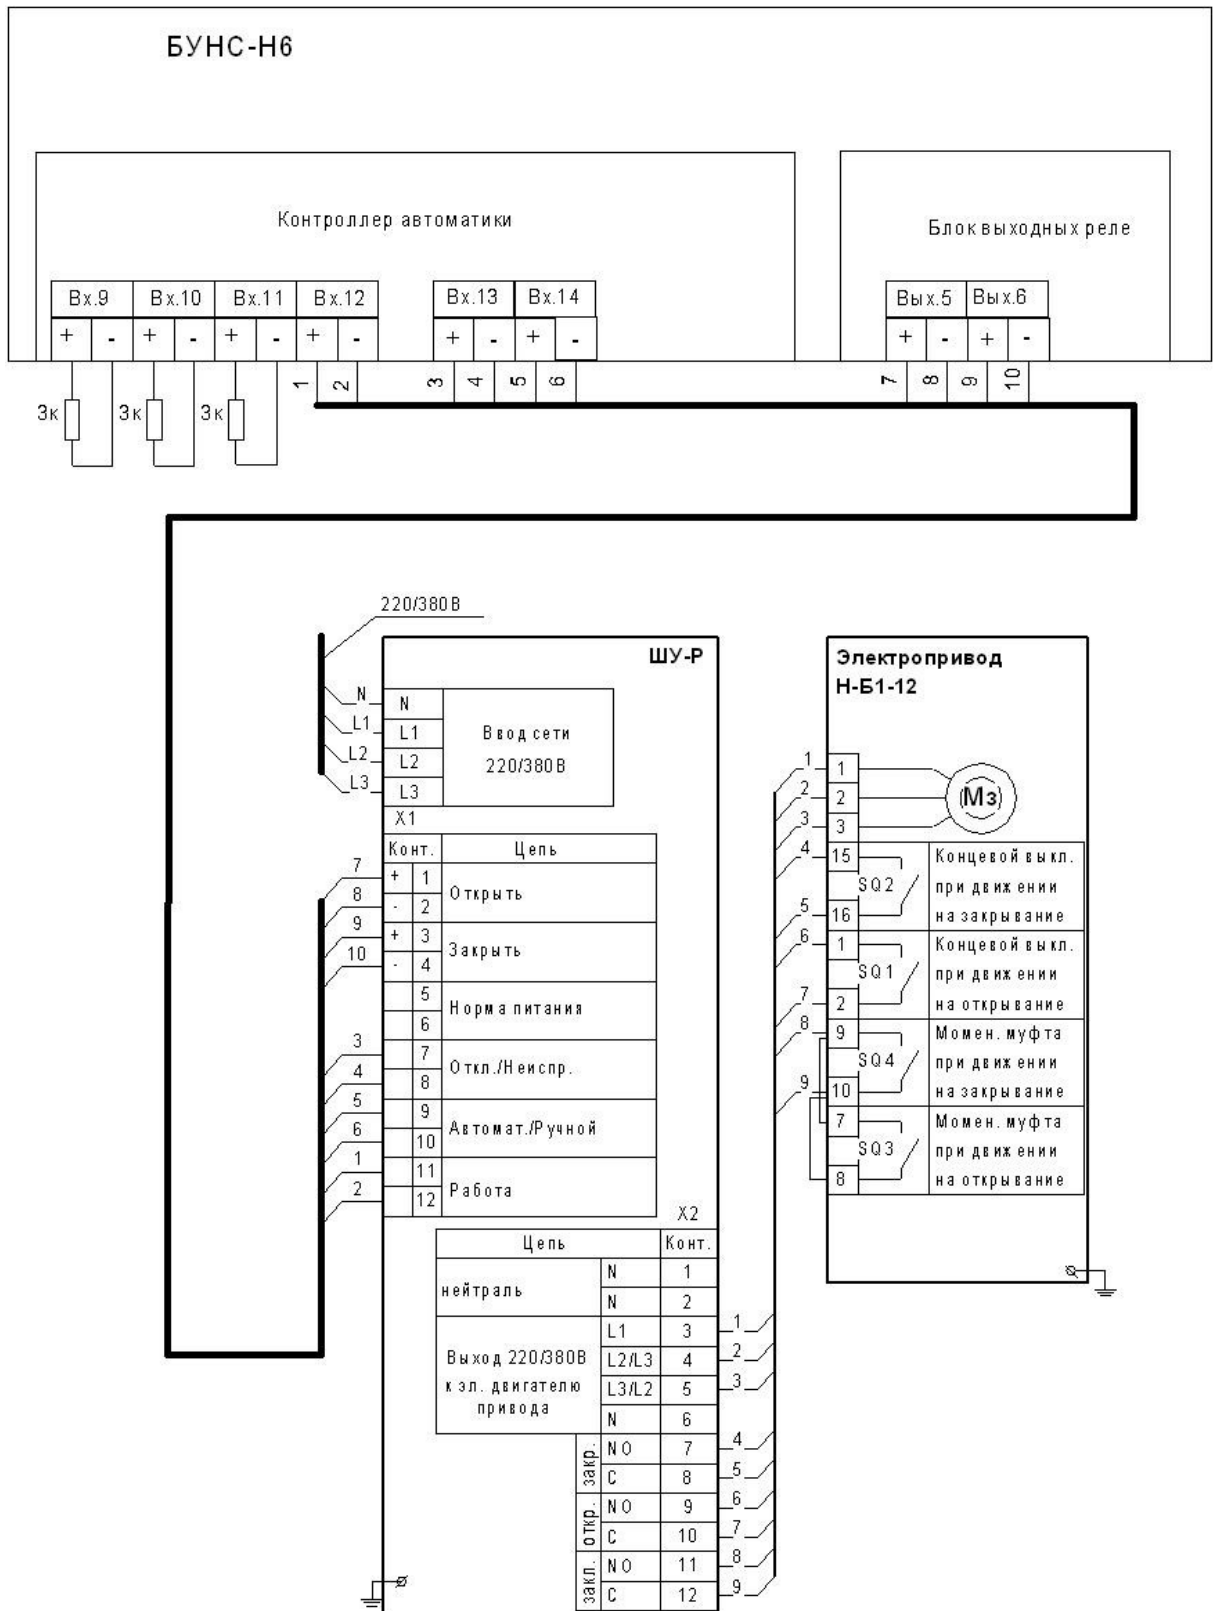

Рисунок 5.16
- рисунок 5.16 – задвижки на напорном патрубке ОПН1 – привод 3;